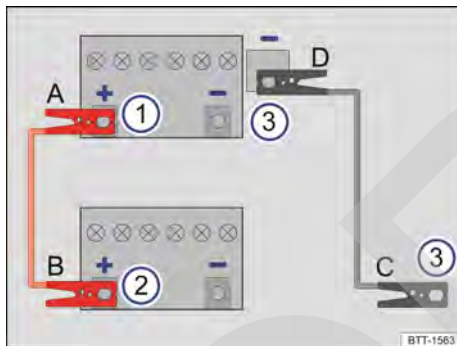
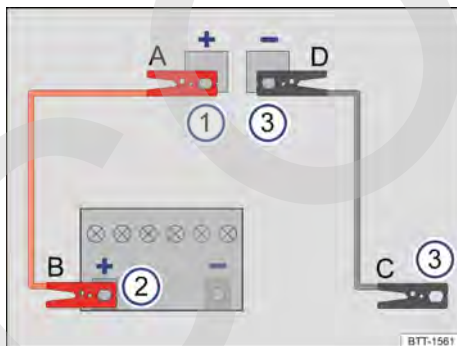

Fig. 226 Esquema para la conexión de los cables de arranque (batería de 12 voltios en el vano motor).
Fig. 227 Esquema para conectar los cables de arranque en el caso del vehículo que suministra la corriente (batería de 12 voltios en el maletero).
Leyenda de la fig. 226 y fig. 227:
Los cables de arranque solo se deberán conectar siguiendo el orden A – B – C – D → fig. 226.
- Conecte un extremo del cable de arranque *rojo* al polo positivo (+) del vehículo con la batería de 12 voltios descargada → fig. 226 ① → ⚠️.
- Conecte el otro extremo del cable de arranque *rojo* al polo positivo (+) del vehículo que suministra la corriente → fig. 226 ②.
- Conecte el otro extremo del cable de arranque *negro* → fig. 226 ③ preferentemente a la toma para la ayuda de arranque (terminal de masa) del vehículo con la batería de 12 voltios descargada; de lo contrario, al bloque motor o ▶
Los cables de arranque solo se deberán conectar siguiendo el orden **A – B – C – D** → fig. 227.
- Conecte un extremo del cable de arranque *rojo* a la toma para la ayuda de arranque (polo positivo) (+) del vehículo con la batería de 12 voltios descargada → fig. 227  → .
- Conecte el otro extremo del cable de arranque *rojo* al polo positivo (+) del vehículo que suministra la corriente → fig. 227 .
- Conecte un extremo del cable de arranque *negro* → fig. 227  preferentemente a una toma para la ayuda de arranque (terminal de masa) del vehículo con la batería de 12 voltios que suministra la corriente; de lo contrario, al bloque motor o a una pieza de metal maciza atornillada fijamente al bloque motor de este vehículo.
- Conecte el otro extremo del cable de arranque *negro* → fig. 227  preferentemente a la toma para la ayuda de arranque (terminal de masa) del vehículo con la batería de 12 voltios descargada; de lo contrario, al bloque motor o a una pieza maciza de metal atornillada fijamente al bloque motor de este vehículo → .
- Con los motores en marcha, desconecte los cables de arranque únicamente en el orden **D – C – B – A** fig. 226 o → fig. 227.